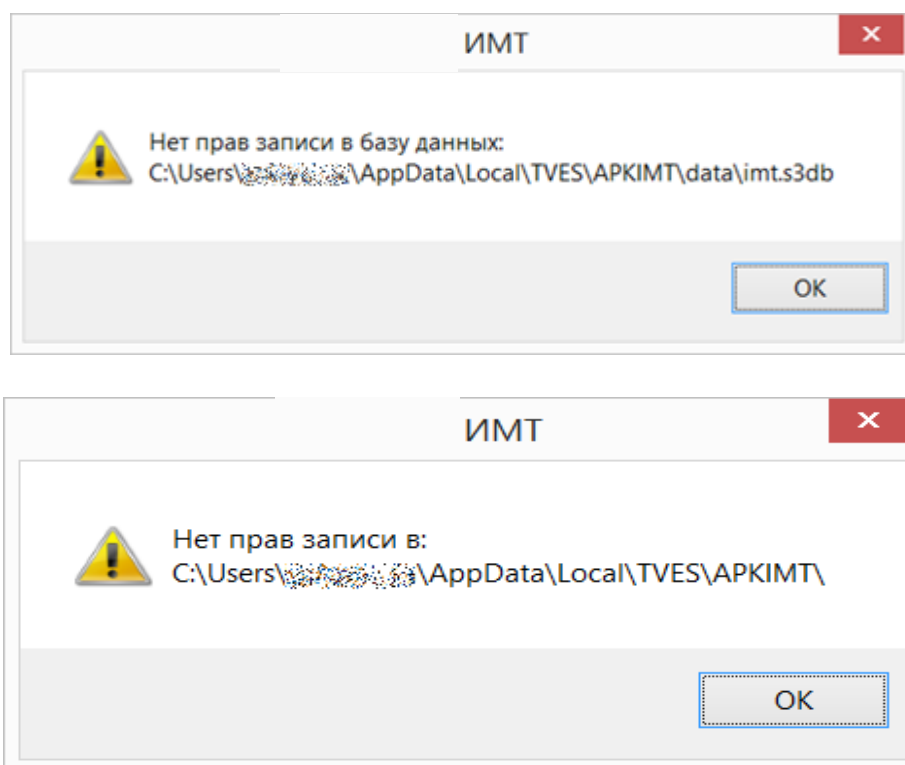

Рисунок 45 – Предупреждение об отсутствии прав
17.2 При старте программы появляется предупреждение (смотри рисунок 45)